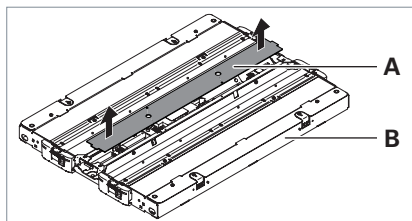

Fig. 1: Rimozione della copertura.
- Togliere la copertura **A** dalla testa dell'apparecchio d'illuminazione **B**, vedi Fig. 1.